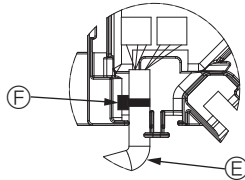

Fig. 10-10
- За допомогою ремня закріпіть провід двигуна заслінок панелі в з'єднувальній коробці, як показано на схемі. (Fig. 10-10)